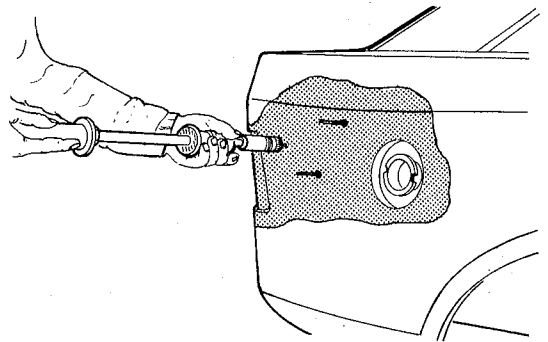

fig. 10
3. Utilizando um martelo de tração, com um mandril adaptado, puxar a área avariada do painel (fig. 10).